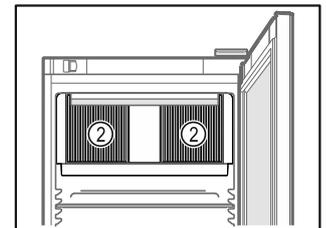

Fig. 58
- Не закрывайте вентиляционную щель Fig. 58 (2) вентилятора циркуляционного воздуха во внутренней камере.